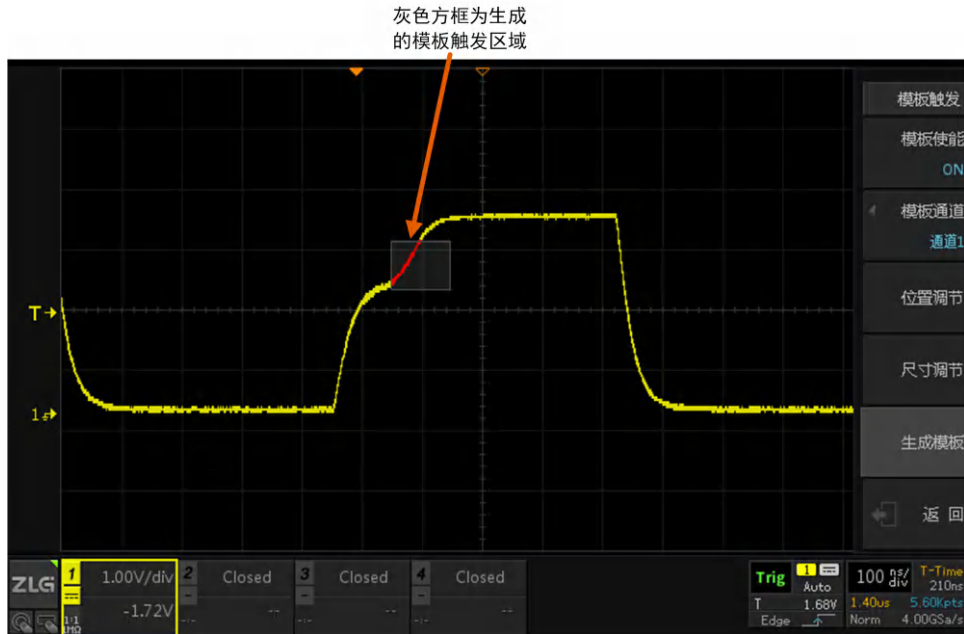

图 10.12 生成模板
- 6、用户必须点击【生成模板】，令模板触碰设置生效，同时出现一个灰色区域，此即为模板触发区域，只有通过该区域并且符合触碰菜单中其它触发参数设置的波形才能触发显示，如图 10.12 所示，点击【Clear】一键清除可将余辉清除掉，让触发波形清晰显示。